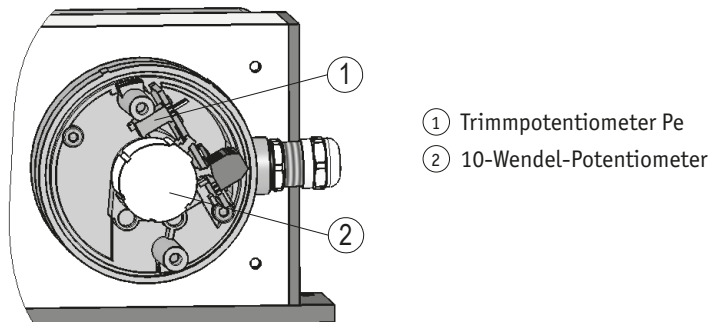

Abb. 18: Einstellen Trimpotiometer MWU
Mit dem Trimpotentiometer Pe ① (siehe Abb. 18) kann dieser Wert an die tatsächliche Endstellung der Anwendung angepasst werden.